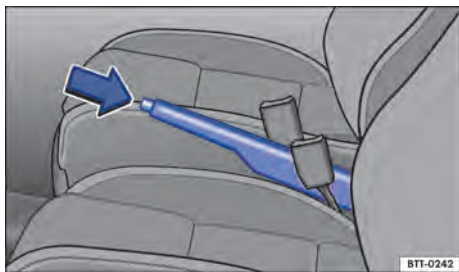

Fig. 145 Entre os bancos dianteiros: freio de estacionamento.
- Puxar a alavanca do freio de estacionamento um pouco para cima e pressionar o botão bloqueador no sentido da seta → Fig. 145.